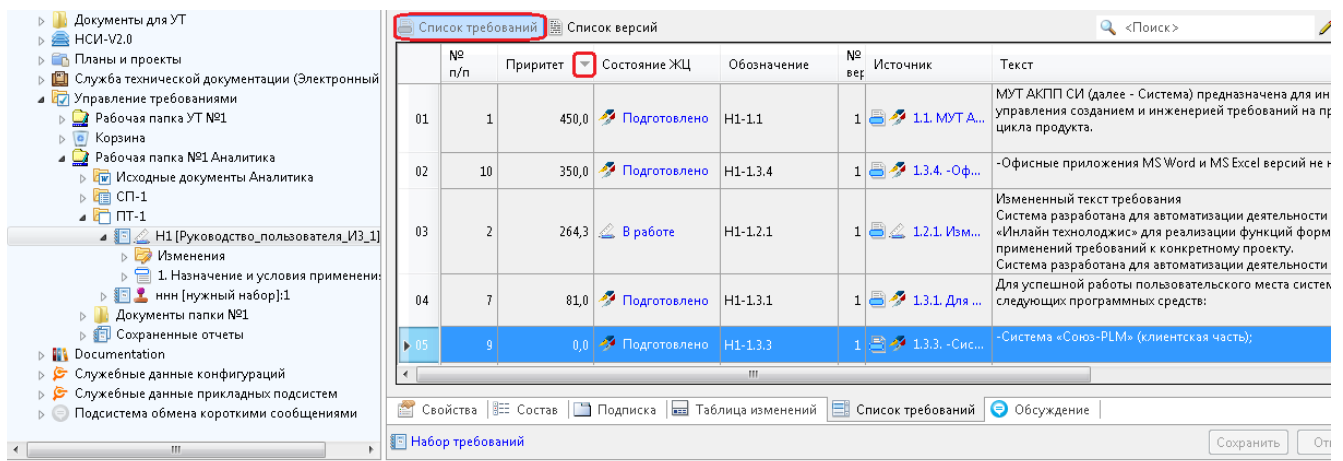

Рисунок 50 — Упорядоченный по приоритету список требований набора
- для упорядочивания требований по убыванию значения приоритета нажать на стрелку в колонке «Приоритет» (Рисунок 50);